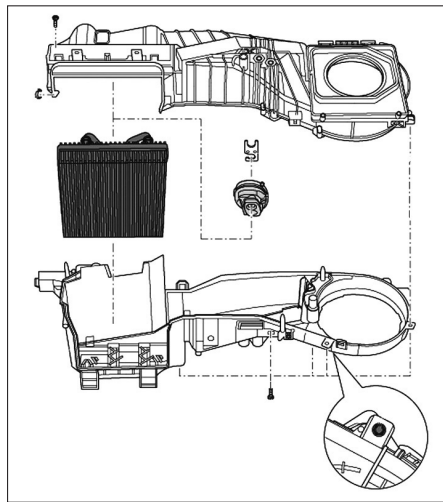

FIG. 20
- Désassembler le climatiseur et le boîtier évaporateur (Fig.20).